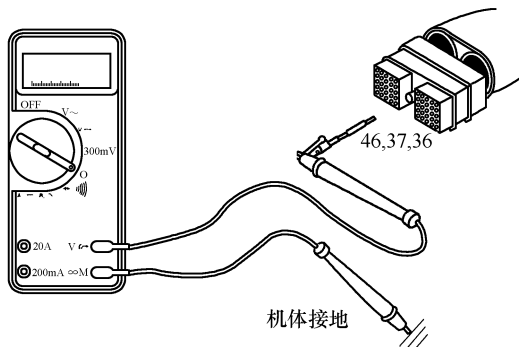

图 5-47 分别测量触针 46、37、36 与机体间的开路电阻
(3) 检查是否对地短路 从 ECM 上断开 OEM 线束插头,分别测量触针 46、37、36 与机体间的电阻(图 5-47),均应显示开路,电阻均应大于 $100k\Omega$ 。如果测出电阻小于 $100k\Omega$,则存在对地短路,应维修或更换 OEM 线束。